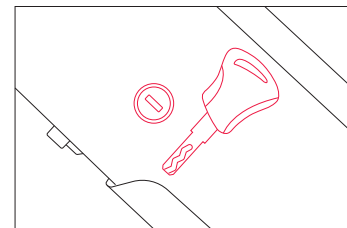

Abbildung 4
**HINWEIS:** Bitte bewahren Sie Ihren Schlüssel und seinen Ersatz an einem sicheren Ort auf. Einmal verloren, sind sie schwer zu kopieren. Die Schlüsselnummer korreliert mit der Nummer auf dem Schlüsselloch (Abb.4). Wenn Sie die Schlüssel verloren haben, bitte geben Sie uns die Schlüsselnummer, um neue Schlüssel zu bekommen.